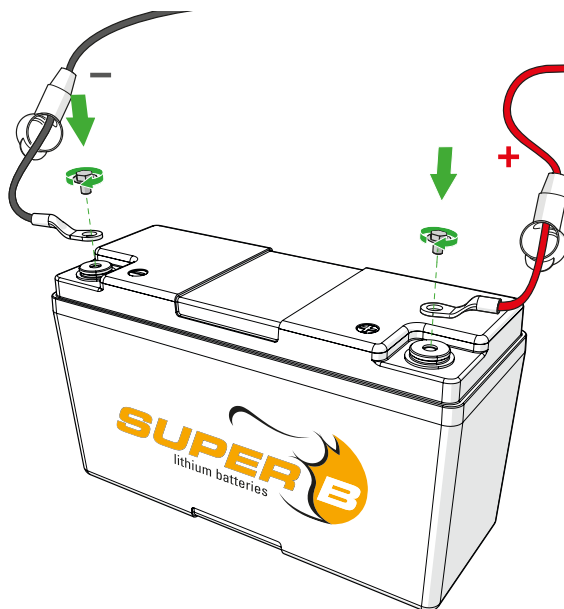

Figura 4. Collegare i cavi di alimentazione alla batteria agli ioni di litio.
1. Collegare il carico o il caricabatterie al terminale X2 (+) della batteria agli ioni di litio (figura 4).
- 2. Collegare il carico o il caricabatterie al terminale X1 (-) della batteria agli ioni di litio (figura 4).